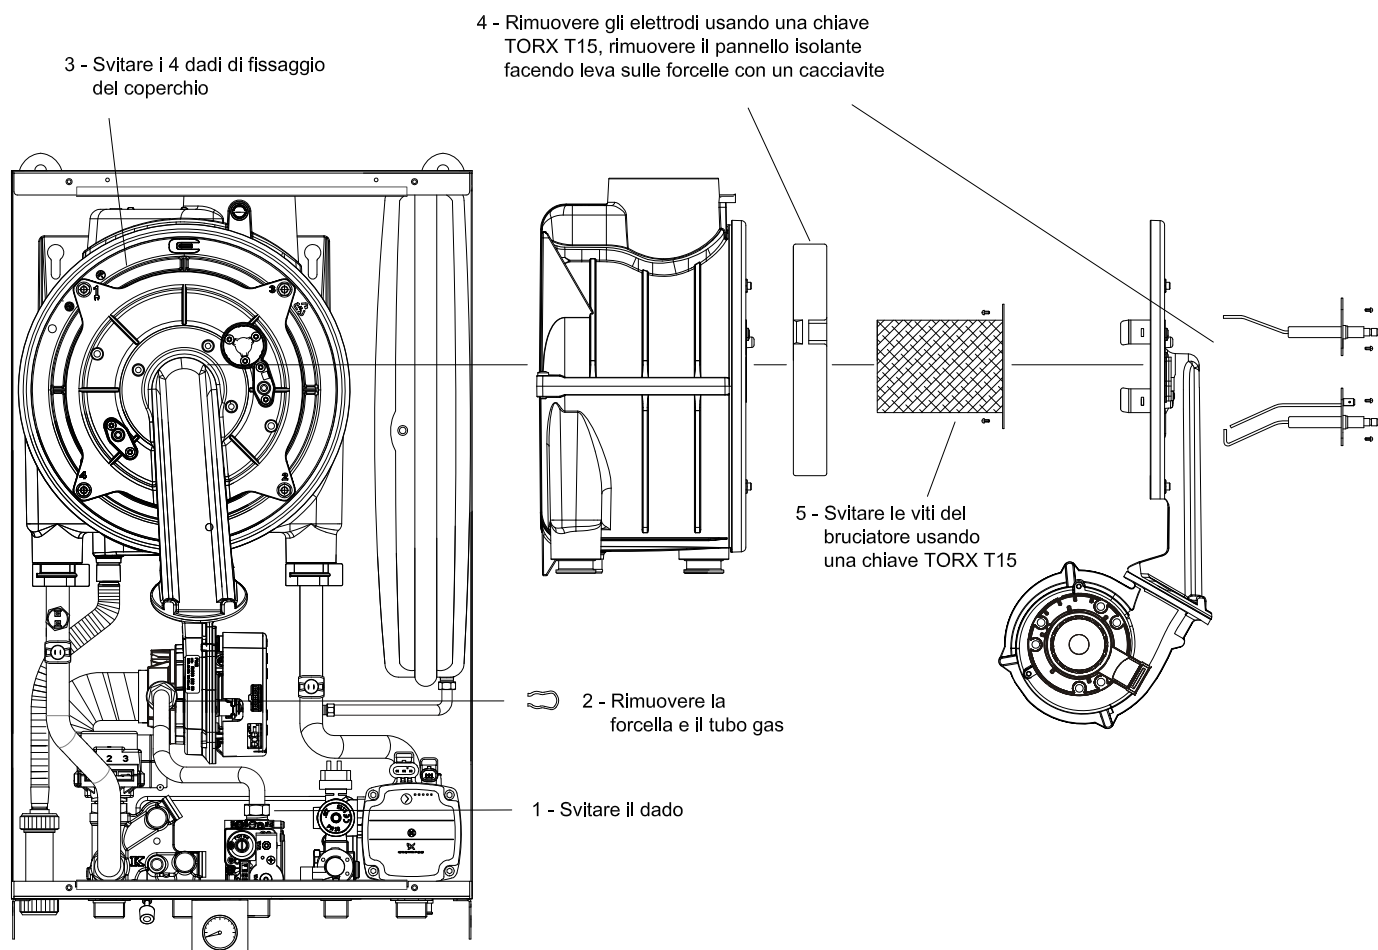

Fig. 33
7.11 - SOSTITUZIONE BRUCIATORE (Fig. 33)